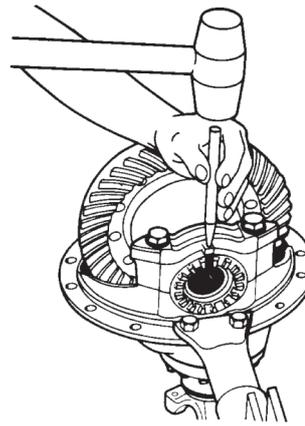

Figura 14
- A. Remova e descarte o contrapino de travamento do anel de ajuste do lado direito (Figura 14);